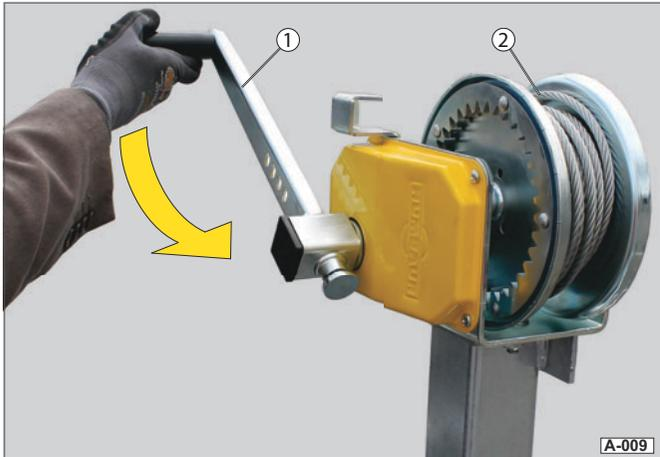

Abb. 9 Seil aufrollen / Last aufziehen
- ▶ Drehen Sie die Kurbel (Abb. 9/1) im Uhrzeigersinn - das Drahtseil wird aufgewickelt.